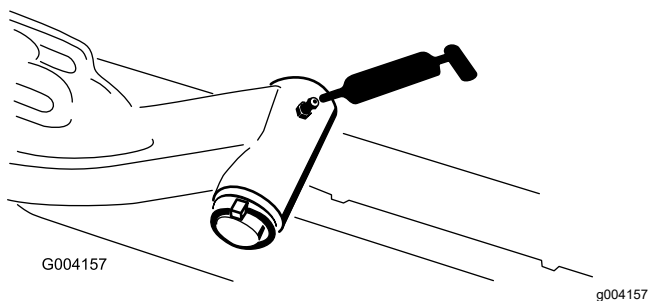

Figura 67
- Eixo das articulações do braço de elevação (1 cada) – Figura 67